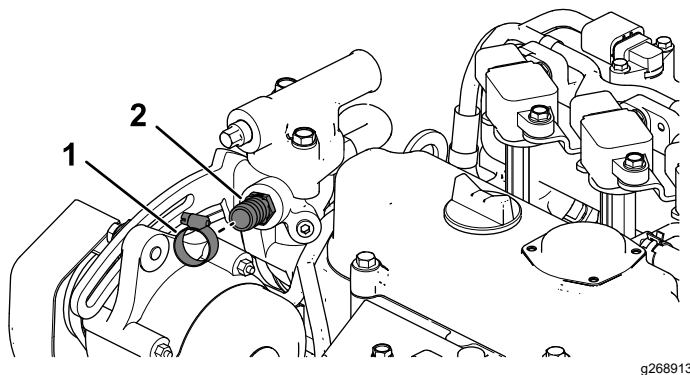

Figura 13
- B. Montate il raccordo diritto ($\frac{5}{8}$ ") con una fascetta stringitubo (Figura 13).